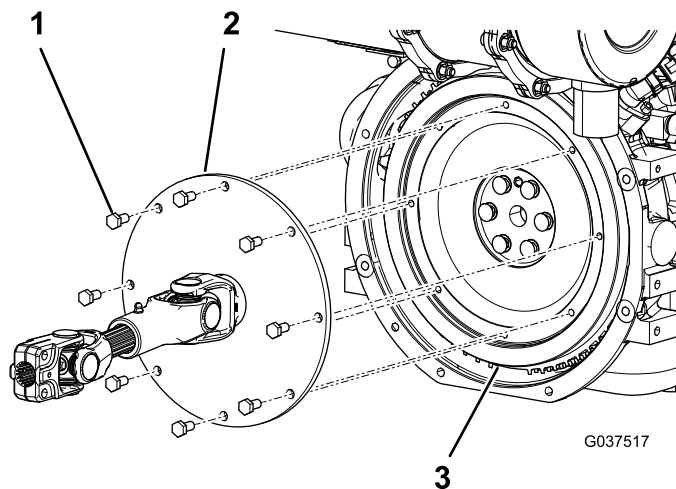

Figura 3
5. Retire y deseche los 8 tornillos que sujetan el extremo grande del árbol de transmisión existente al volante del motor (**Figura 3**).